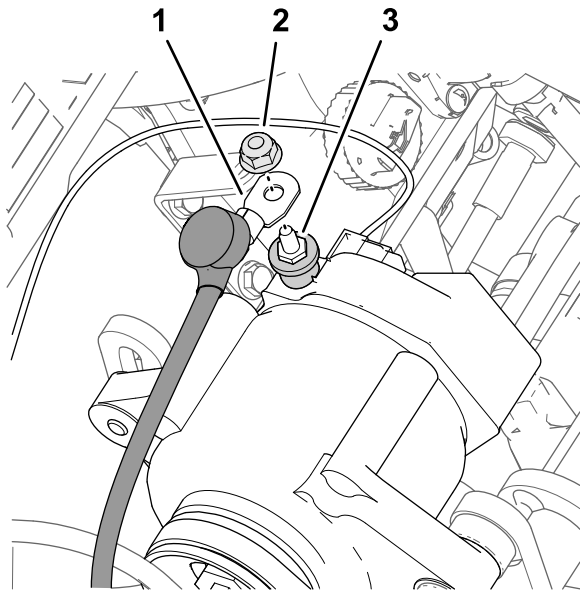

図 188
3. オルタネータの端子 図 188 からナットを外す。
4. オルタネータのワイヤ赤、6ゲージを、オルタネータ50 Aの端子に、ナットで接続する 図 188。
7. オルタネータの端子 図 188 に絶縁カバーを取り付ける。